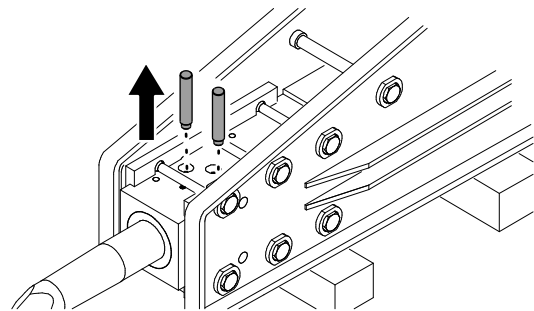

Figura 6
3. Retire los pasadores del retenedor (Figura 6).